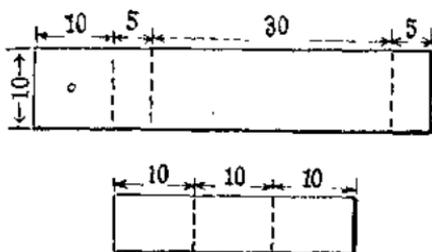
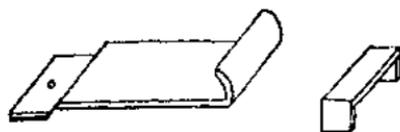

图 1
图 2
1. 按图1的尺寸剪下两块铁皮，在大的-块上用钉子钉一小孔。分别依虚线弯折成图2的形状作为电键。